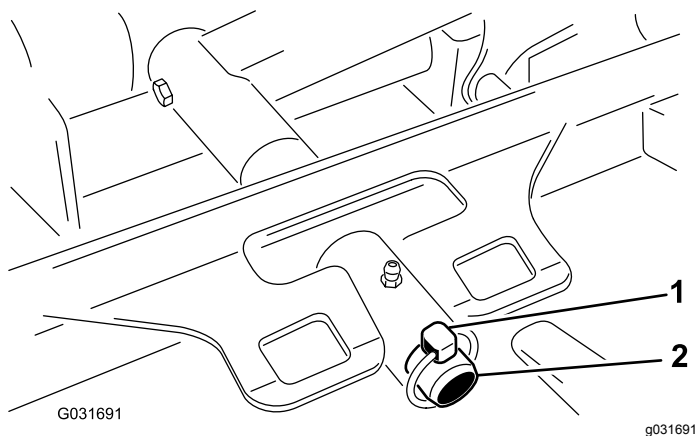

Figura 93
3. Togliete l'acciarino che fissa il telaio portante del piatto di taglio al perno di articolazione del braccio di sollevamento (Figura 93).
3. Fate scorrere il telaio portante del piatto di taglio sul perno orientabile del braccio di sollevamento e fissatelo con l'acciarino (Figura 93).